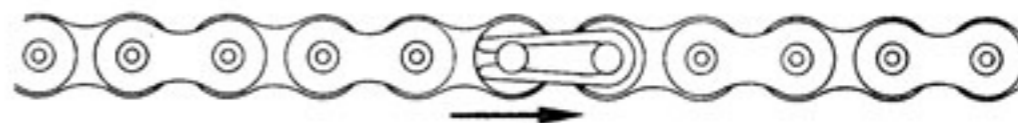

Fig. 4
- Remonter la chaîne en prenant soin de mettre l'agrafe de l'attache rapide dans le bon sens (fig. 4).